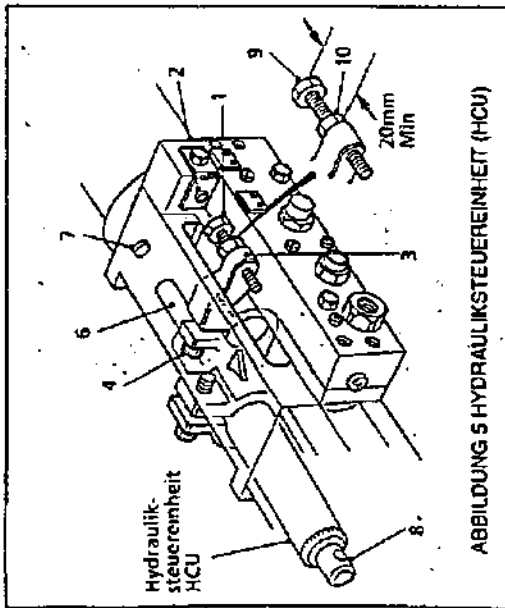

ABBILDUNG 5 HYDRAULIKSTEUEREINHEIT (HCU)
**EINSTELLUNG DES BOHRBETRIEBS (siehe Abbildung 5)**
Endgültige Tiefeneinstellung mit Hilfo von (10), Abbildung 5, vornehmen.
Mit Hilfe von (9), Abbildung 5, festziehen.
Die Spitze des Gewindebohrers MUSS mindestens 14 mm (9/16") über dem Prüfblock stehen, damit das Windgetriebe des Gewindebohrers die erforderliche Einrückbewegung ausführen kann. Spaltweite zwischen (2) und (1), Abbildung 5, zum Ausgleich der Gewindetiefe ZUZÜGLICH der freien Höhe des Gewindebohrers über dem Werkstück einstellen.